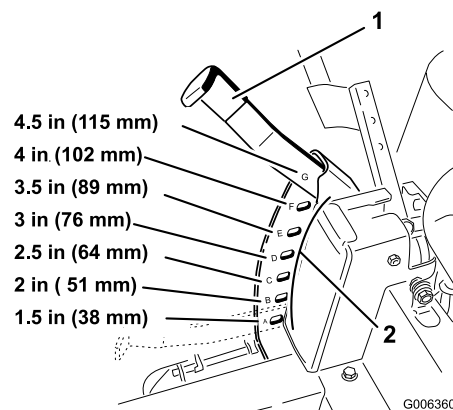

Figure 14
1. Relevez le levier de sélection de hauteur de coupe en position de transport, à la position de réglage **G** (qui correspond aussi à la hauteur de coupe de 115 mm) (Figure 14).